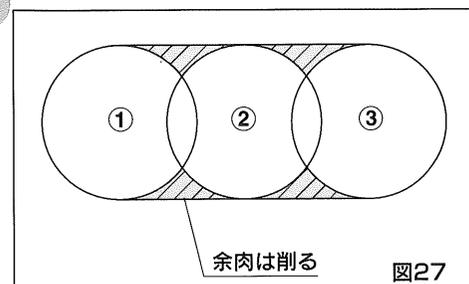

図27
長穴をあける時は①→②→③の順にあけてください。なお②、③は刃物を強く押し付けずに加工してください。余肉の部分はヤスリ等で削ってください。(図27)